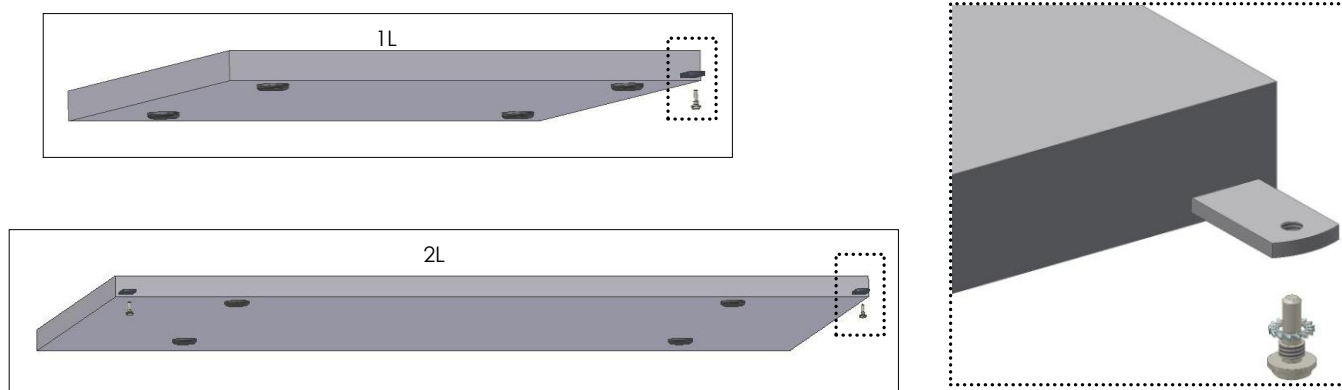

Fig. 1
- Colocar **pernos inferiores com anilha recarquilhada** na patilha de fixação da porta (Fig.1);